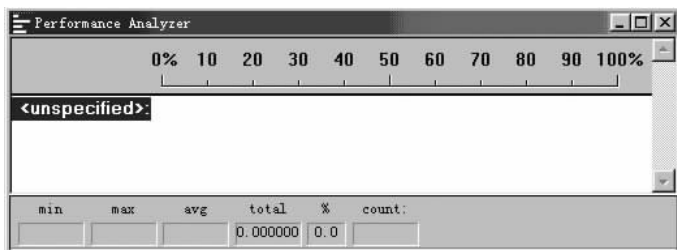

图 2-12 性能分析窗口
(6)性能分析窗口。View 菜单中的 Performance Analyzer Window 选项用于性能分析窗口的显示/隐藏切换,选择该选项,弹出如图 2-12 所示性能分析窗口。性能分析窗口用于显示指定程序模块被调用的次数及执行时间,分析结果以棒状图形式显示在窗口中,通过窗口内的一个运行性能统计标尺很容易了解该程序模块的运行性能。窗口中有六个文本框:min 文本框指定程序模块所消耗的最小时间;max 文本框指定程序模块所消耗的最大时间;avg 文本框指定程序模块所消耗的平均时间;total 文本框指定程序模块所消耗的总时间;% 文本框指定程序模块所消耗的时间占全部运行时间的百分数;count 文本框指定程序模块被调用的次数。